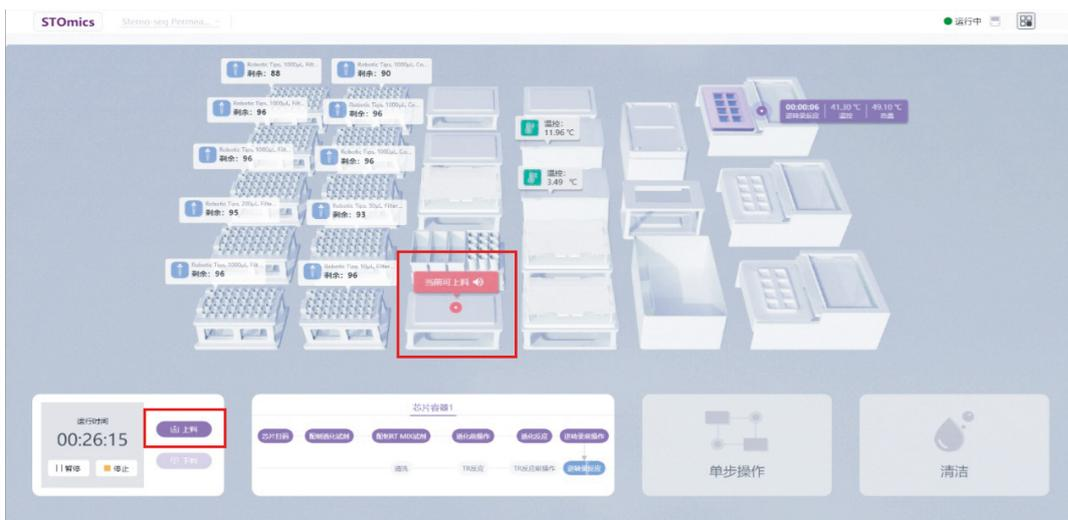

图 2-18 STOmics 软件提示可多板上样
a. 多板上样准备：当第一板芯片容器流程运行至“逆转录反应”或“TR 反应”阶段时，机器会发出蜂鸣声，软件弹窗提示“当前可上料”，如图 2-18 所示。此时点击软件页面左下方的“上料”按钮，即可进入“芯片扫码”页面（如图 2-9）。上样前准备操作与之前一致，可参考说明书 2.7 章中的 (1) - (3) 小节；